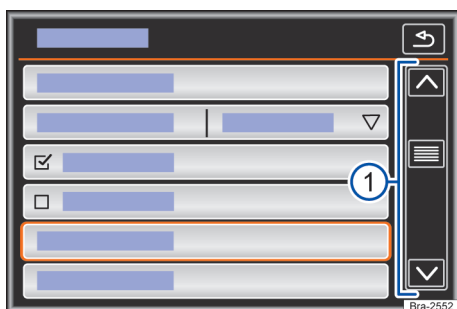

Fig. 119 Representación esquemática: entradas de lista, menú de configuraciones.
Si en una vista de lista hay más registros seleccionables de los que se puede ver, se muestran botones de función para desplazar o una barra de desplazamiento a la derecha en la imagen → fig. 119 ①.
Se puede acceder a las entradas de la lista mediante un toque directo en el display, o por medio de la tecla de regulación → fig. 119 ①.